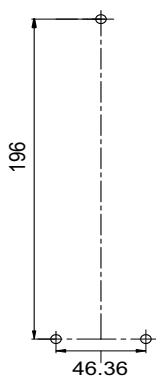

Fig 1
1. Fissare l'unità AXIS T8123-E/T8124-E con tre viti. Vedere la Fig 1 (i fori per le viti sono contrassegnati 1,2,3)